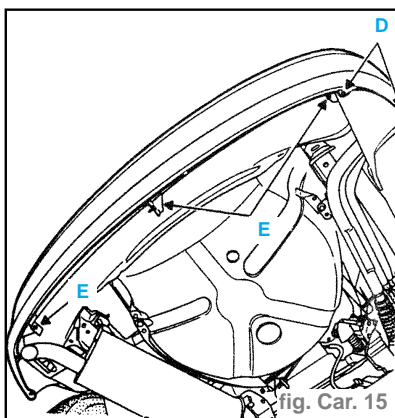

fig. Car. 15
- la vis de fixation supérieure latérale (C) (de chaque côté).
- Déposer : (fig. Car. 15)
- les deux vis de fixations inférieures de l'écran (D) (de chaque côté),
- les trois vis de fixations inférieures AR du bouclier (E) (tête hexagonale de 10).
- S'assurer de la bonne mise en place des agrafes de fixations inférieures AR du bouclier (E). (fig. Car. 15)